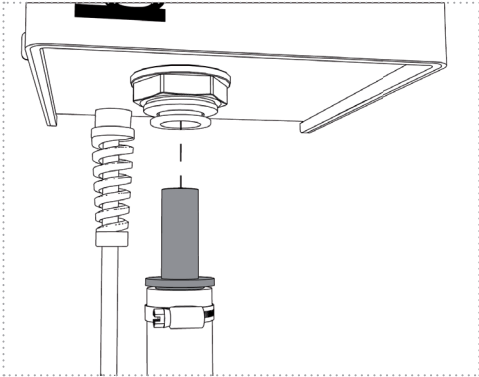

Abbildung: 10a
- a. direkt in die Anschlüsse der biolite® (*Abbildung 10a*)